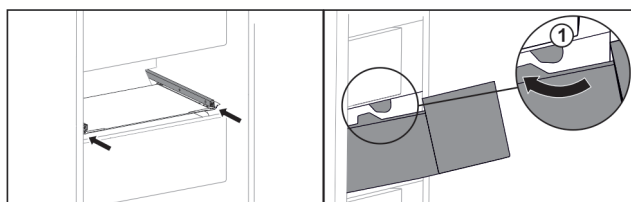

Fig. 31
- ▶ Ved'te zásuvku podél zářezek Fig. 31 (1).*